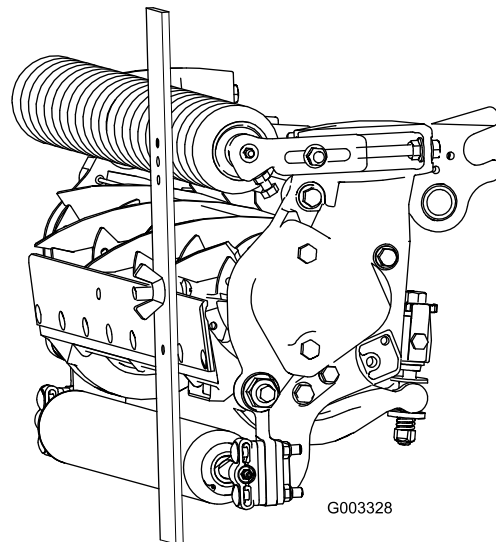

Bild 21
4. Haken Sie den Schraubenkopf an die Schnittkante des Untermessers ein, und stützen Sie das hintere Ende der Leiste auf der Heckrolle ab (Bild 21).
5. Drehen Sie die Einstellschraube, bis die Frontrolle die Messlehre berührt (Bild 21). Stellen Sie beide